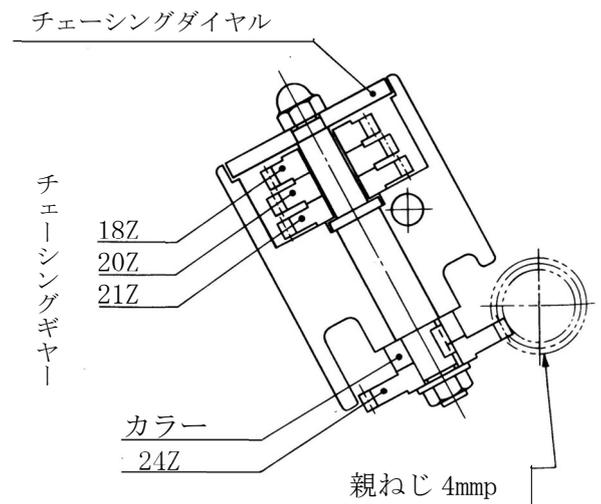
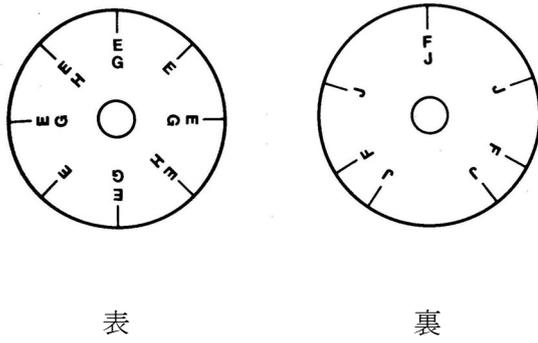

図 7.12 インジケータ
図 7.13 チェーシングダイヤル
往復台右側の上部にあるねじ切りインジケータを使用する。インジケータの構造を図 7.12 に示す。インジケータ上面のチェーシングダイヤル (図 7.13) には、両面に目盛りがあり記号が記載されている。このダイヤルを用いて加工することが可能なねじは表 7.4 で示されるピッチのねじである。
ハーフナットレバー (図 7.12③) はダイヤルを見ながら所要のねじピッチに対するダイヤル記号が本体のマークに合った時に下ろす。例えばピッチ 1.5mm のねじ切りを行う時には、表 7.4 より 24Z のチェーシングギヤを選びダイヤルの記号“E”が上面になるようにセットする。ハーフナットはインジケータにあるマークとダイヤルの記号“E”が合った時にかみ合わせる。